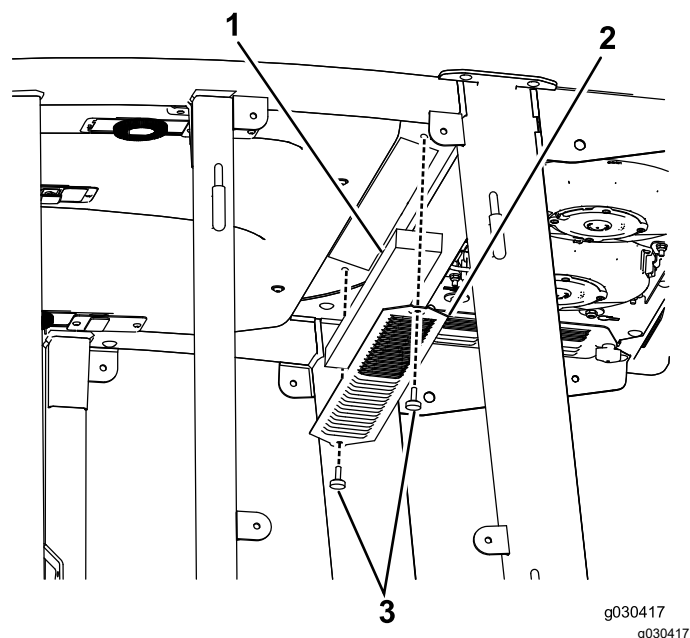
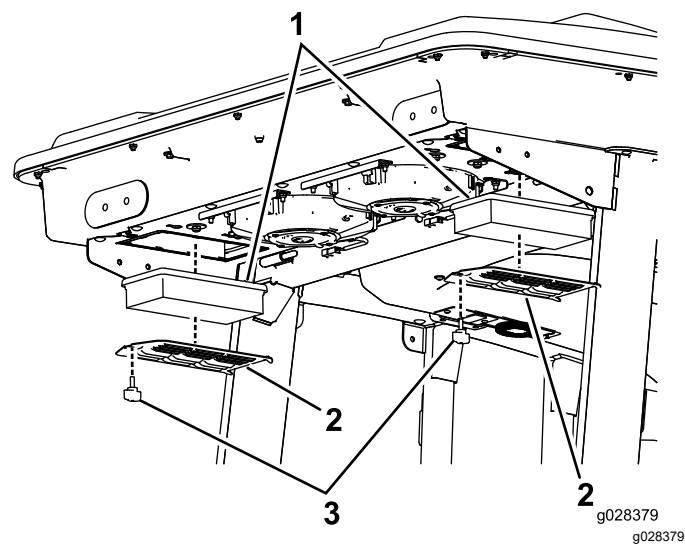
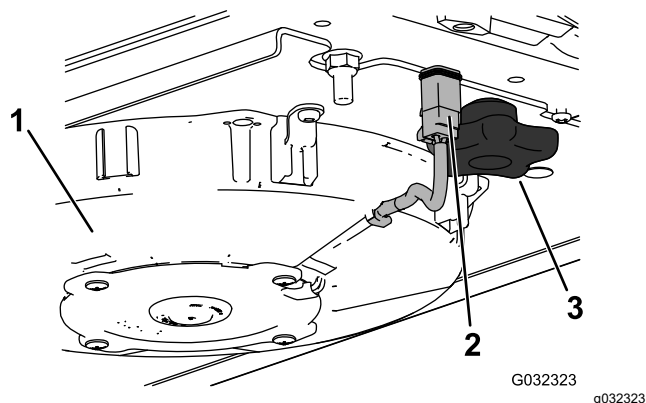

Рисунок 59
Рисунок 60
Рисунок 62
1. Выверните винты и снимите решетки у салонного и заднего воздушных фильтров кабины (Рисунок 59 и Рисунок 60).
2. Отсоедините провод от каждого вентилятора (Рисунок 62).
3. Выверните две ручки и снимите вентилятор в сборе (Рисунок 62).
5. Снимите воздушные фильтры (Рисунок 60).
7. Установите воздушные фильтры, сетку и вентилятор в сборе (Рисунок 60, Рисунок 63 и Рисунок 62).
8. Подсоедините провод к каждому вентилятору (Рисунок 62).